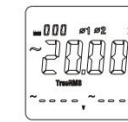

Figura 8-8
- Operarea de măsurare a locațiilor fazei 1 și 2 este aceeași ca și în sistemul trifazat cu patru fire. După cum se arată în Figura 8-8, puterea aparentă totală trifazată poate fi afișată apăsând tasta SELECT după declanșarea locației fazei 3 pentru măsurare.